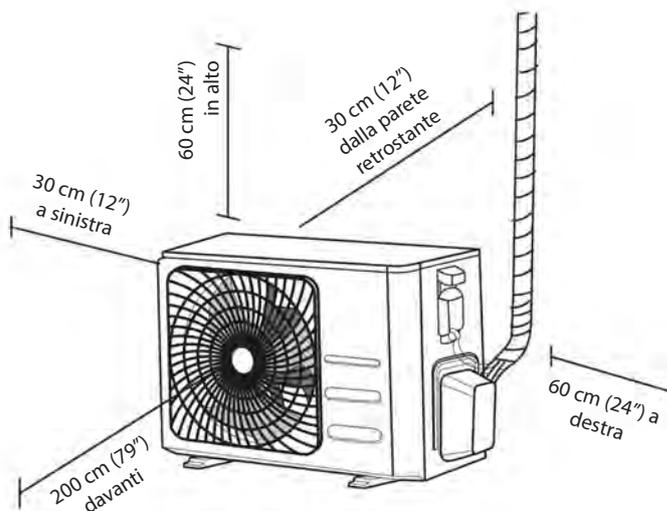

Fig. 4.1
- ✓ Lo spazio disponibile per l'installazione deve soddisfare i requisiti indicati (Fig. 4.1)